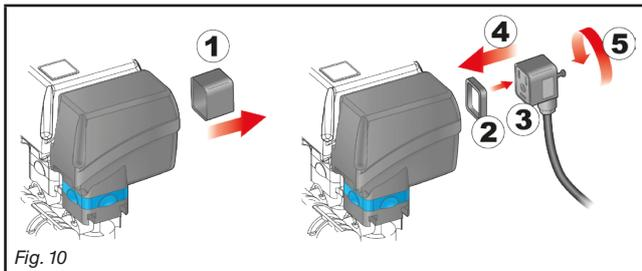

Fig. 10
- Tous les connecteurs de raccordement aux vannes doivent être équipés de joint d'étanchéité avant branchement (Fig. 10).
- Retirez le capuchon de protection (1, Fig. 10) de la vanne électrique.
- Placez le joint (2) sur le connecteur (3) puis branchez le connecteur en appuyant à fond (4) : **faites attention, lors du branchement, à ne pas plier les contacts électriques sur la vanne.**
- Vissez la vis (5) jusqu'à son blocage.